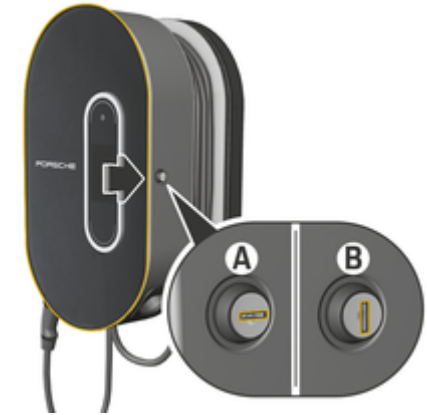

Fig. 84: Dock di carica
- ▶ Ruotare la serratura in posizione **A** (Fig. 84).
- ▶ Ruotare la serratura in posizione **B** (Fig. 84).